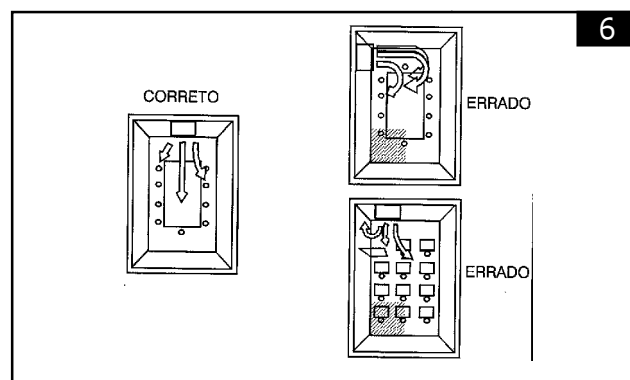

FIGURA 6 - POSIÇÃO DA UNIDADE EVAPORADORA NO AMBIENTE
- * Instalar a evaporadora onde ela fique livre de qualquer tipo de obstrução da circulação de ar tanto na descarga como no retorno de ar. A posição da evaporadora deve ser tal que permita a circulação uniforme do ar em todo o ambiente, veja exemplo na figura 6.